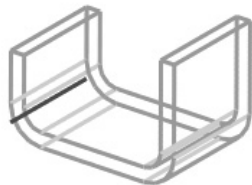

图 4.1.10 材料内侧
- ◆  **材料内侧** 选项：在成型状态下，折弯线位于折弯区域的外侧平面，如图 4.1.10 所示。